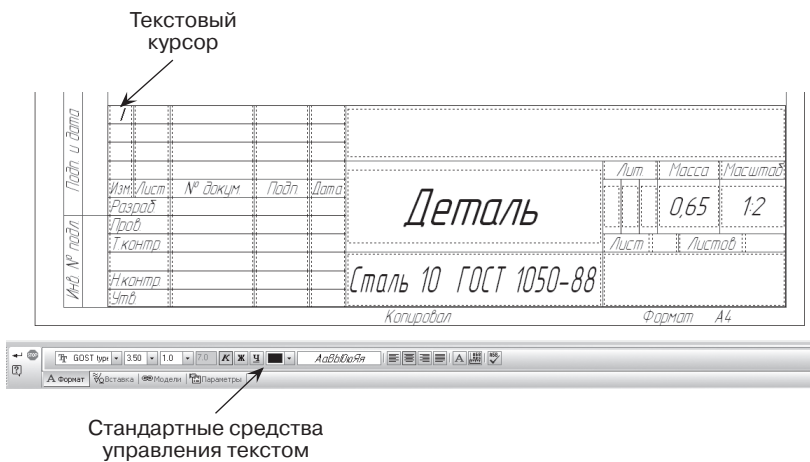

Рис. 358
- активизируйте штамп двойным щелчком ЛКМ в любой его точке. Признаком готовности штампа к работе является появление в нем границ ячеек. Изменится содержимое панели **Свойств** (отображаются стандартные средства управления текстом). В первой ячейке штампа появится мигающая наклонная черта – текстовый курсор (рис. 358);